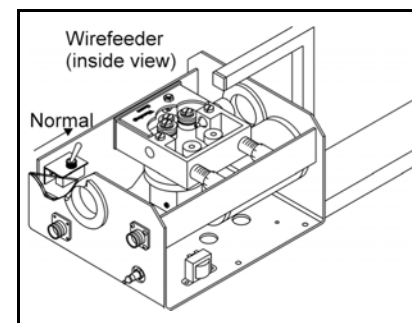

FIGURE 3-11. INTERRUPTEUR À LEVIER EN POSITION NORMALE
7. Si votre dévidoir est équipé de l'option va-et-vient, placez l'interrupteur à bascule dans la position normale (voir la Figure 3-11) avant de passer aux étapes suivantes.